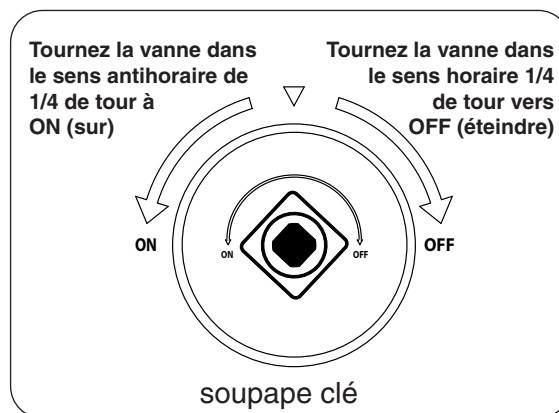

Fig. 48-2
4. **Une fois que le match est en feu et en position**, tournez la vanne clé sens anti-horaire d'un tour à la position **ON (sur)** 1/4 (voir Fig. 48-2). Votre brûleur devrait s'allumer.
Pour éteindre votre brûleur à gaz, tournez la soupape clé vers la droite d'une tour à la position **OFF (éteindre)** 1/4 (voir Fig. 48-2). Assurez-vous que la vanne clé est tournée entièrement au large pour éviter toute fuite de gaz.